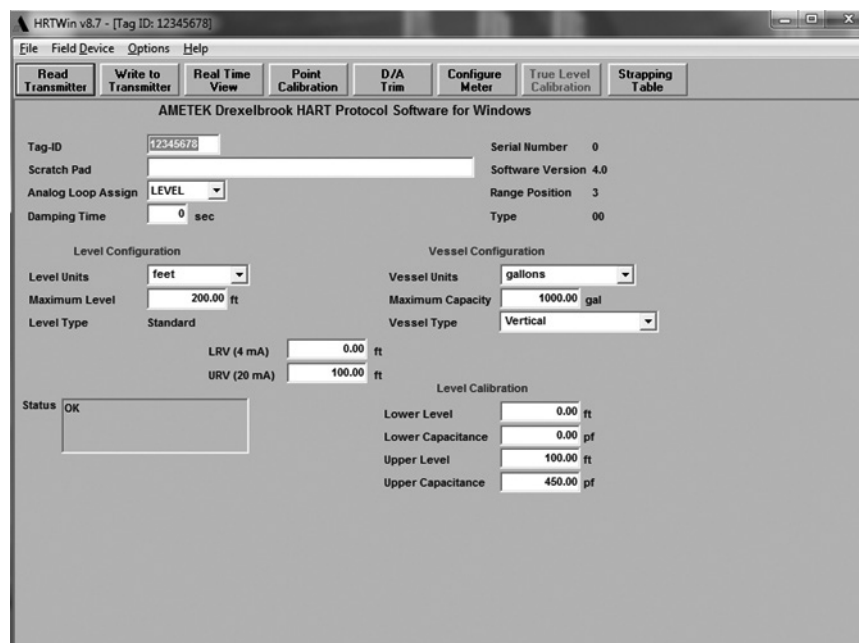

Figura 3-3
- G. A próxima visualização, mostrada na Figura 3-3, aparece automaticamente, exibindo o banco de dados atual do transmissor para configuração de calibração para sua ID de Tag selecionada. O Scratch Pad mostrará automaticamente a última mensagem (último usuário, última calibração, etc.) com até 32 caracteres. Se este for um novo transmissor, a ID de Tag é definida pelo usuário. O número de série, a versão do software do transmissor, o alcance, etc. são inseridos automaticamente a partir dos "dados da placa de identificação" incorporados no transmissor:
A **Figura 3-3** mostra uma tela de menu do software de calibração do PC. Os parágrafos a seguir descrevem os botões de função. Os campos de dados são descritos na **Seção 3.4 Configuração**.
Consulte a **Figura 3-3** Tela do Menu do Software para PC.